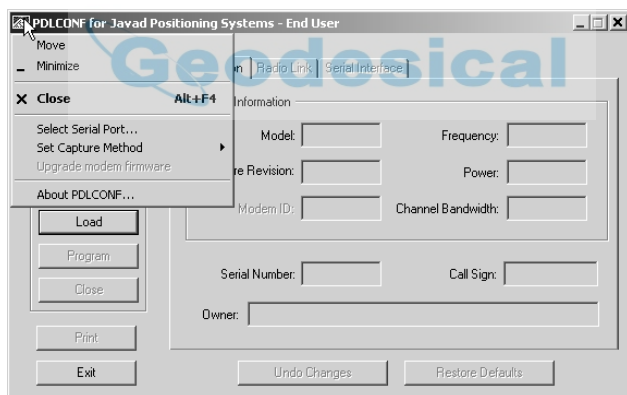

Figura 2-27. Menú del Icono de la Esquina Superior Izquierda de PDL
6. Haga clic en el logo de **Pacific Crest** en la esquina superior izquierda de la pantalla principal (Figura 2-27).